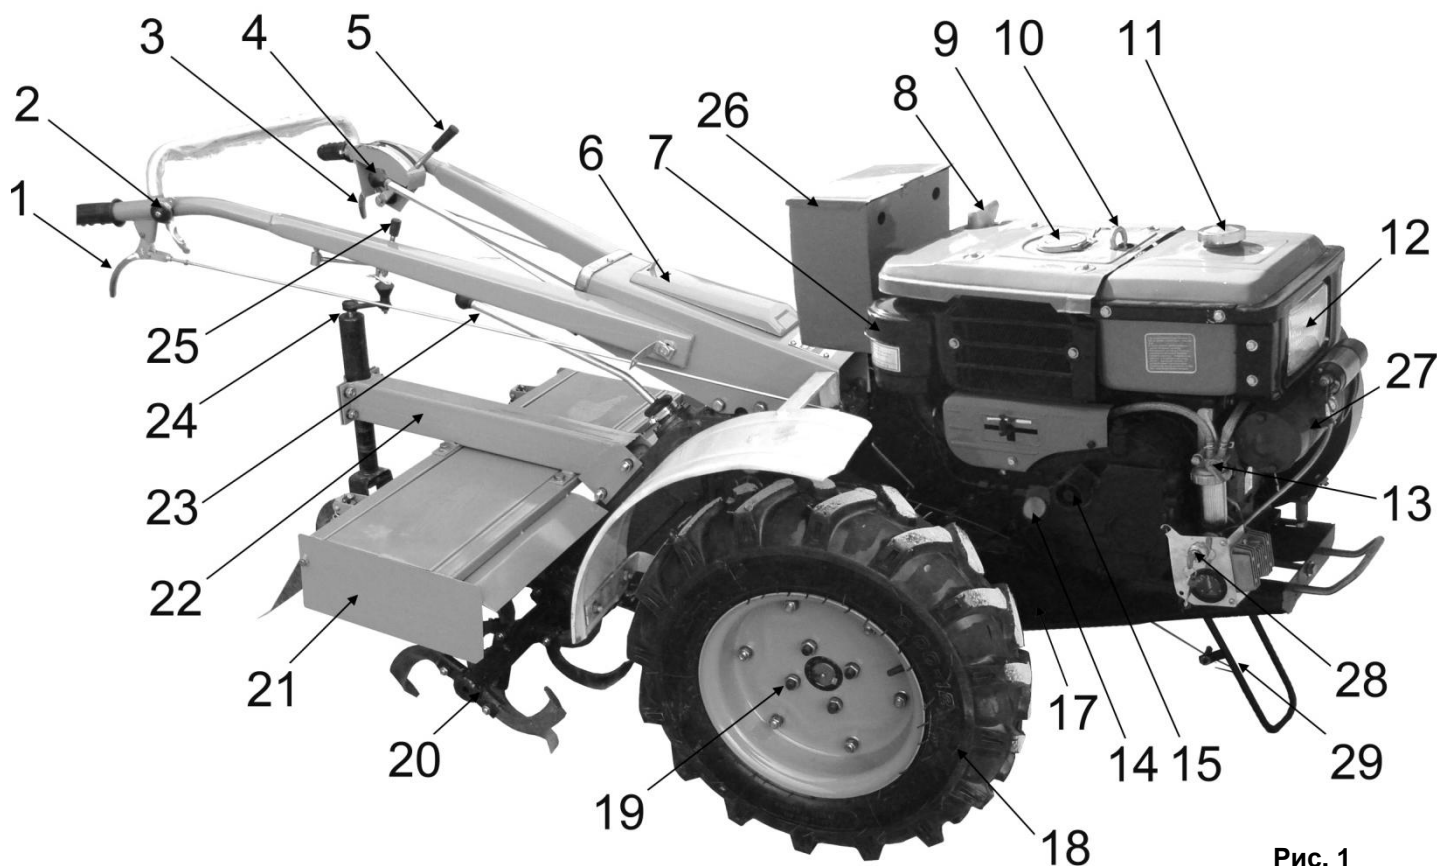
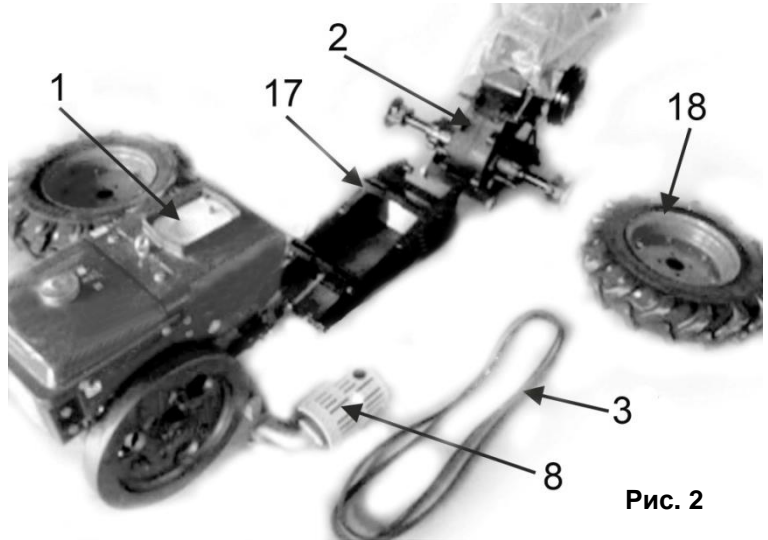

Рис. 1
Рис. 2
- Когда рукоятка сцепления (5) (См. Рис.1) находится в положении «отключения», тяговый шток управления муфтой сцепления обеспечивает движение соединительной вилки в обратном направлении, оттягивая храповую муфту и позволяя выжимному подшипнику сместиться по оси. Выжимной подшипник надавливает на три расцепляющих рычага, которые поднимают вверх три регулировочных штока, что приводит к перемещению нажимного диска вправо и вызывает проскальзывание на участке между нажимным диском и узлом ведущего
- Когда рукоятка тормоза/сцепления (5)(См. Рис.1) находится в положении «торможение», тяговый стержень заставляет проворачиваться тормозную тягу, а плоская головка на конце оси тормозной тяги разжимает кольцевую муфту тормоза, вызывая трение кольца о внутреннюю поверхность вращающегося колеса, благодаря чему и достигается эффект торможения.
- Культиватор оснащён блокировочным механизмом с поворотным хомутом. Во время поворота одной из рукояток рулевого управления (1,3)(См. Рис.1), при помощи тягового штока, в действие приводится вилка рулевого управления, и соответствующий рычаг, что обеспечивает смещение шестерни механизма рулевого управления и вывод из зацепления зубчатого колеса с внутренними зубьями. В результате чего усилие с одной стороны приводного колеса ослабевает и обеспечивается возможность управления культиватором.
- Культиватор состоит из нескольких основных узлов: двигателя (1)(См. Рис.2), рамы (17), Коробки передач и рулевой колонки (2), колес (18).
- Рама (17)(См. Рис.1,2) крепится к картеру коробки передач (2)(См. Рис.2) с помощью двух стальных шпилек, и фиксируется гайками с каждой стороны.
- Дизельный двигатель устанавливается на регулируемые ползья опорной рамы (17)(См. Рис.1,2). Ползья имеют возможность регулировки по горизонтальному смещению. Благодаря смещению, происходит позиционирование установки двигателя, и регулировка натяжения приводного ремня.
- Установите дизельный двигатель опорными ножками на ползья рамы (17)(См. Рис.1,2).
- Когда отжимная рукоятка рычага сцепления (5;1) (См. Рис.1;7) находится в сцепленном положении, тормоз полностью отпущен; когда он находится в положении тормоза, культиватор поставлен на тормоз.